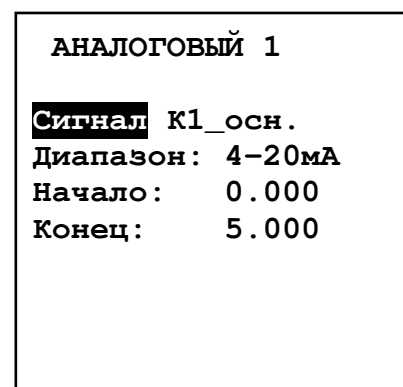

Рисунок 13 - Параметры аналогового канала 1
- В меню режима **«Канал 1»** (**«Аналоговый 1»** – смотри рисунок 13) выбираются параметры выходного тока «I1»: